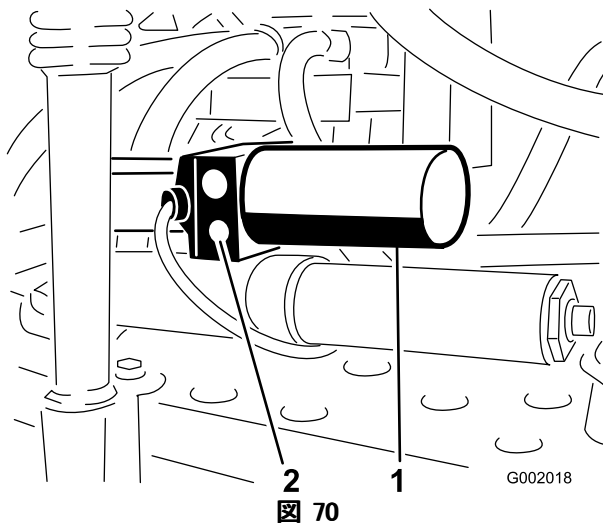

図 70
1. 各アクチュエータについている手動リリース・バルブを探し出す。アクチュエータのボディの片側だけについている小さいほうのバルブが手動リリース・バルブである (図 70)。